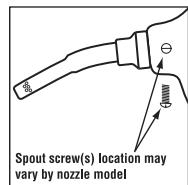

Figure 32
- ✓ Immediately lock hose point out of service until a thorough inspection by a qualified service technician can be made. Inspect the nozzle, spout shear groove, hose, breakaway, dispenser outlet casting and piping. (See Figure 32)
- ✓ Fermez immédiatement l'approvisionnement au boyau jusqu'à ce qu'une inspection complète par un technicien qualifié ait été effectuée. Inspectez la lance, le bec, le boyau, soupape, la tuyauterie et la sortie de la pompe. (Voir Fig. 32)